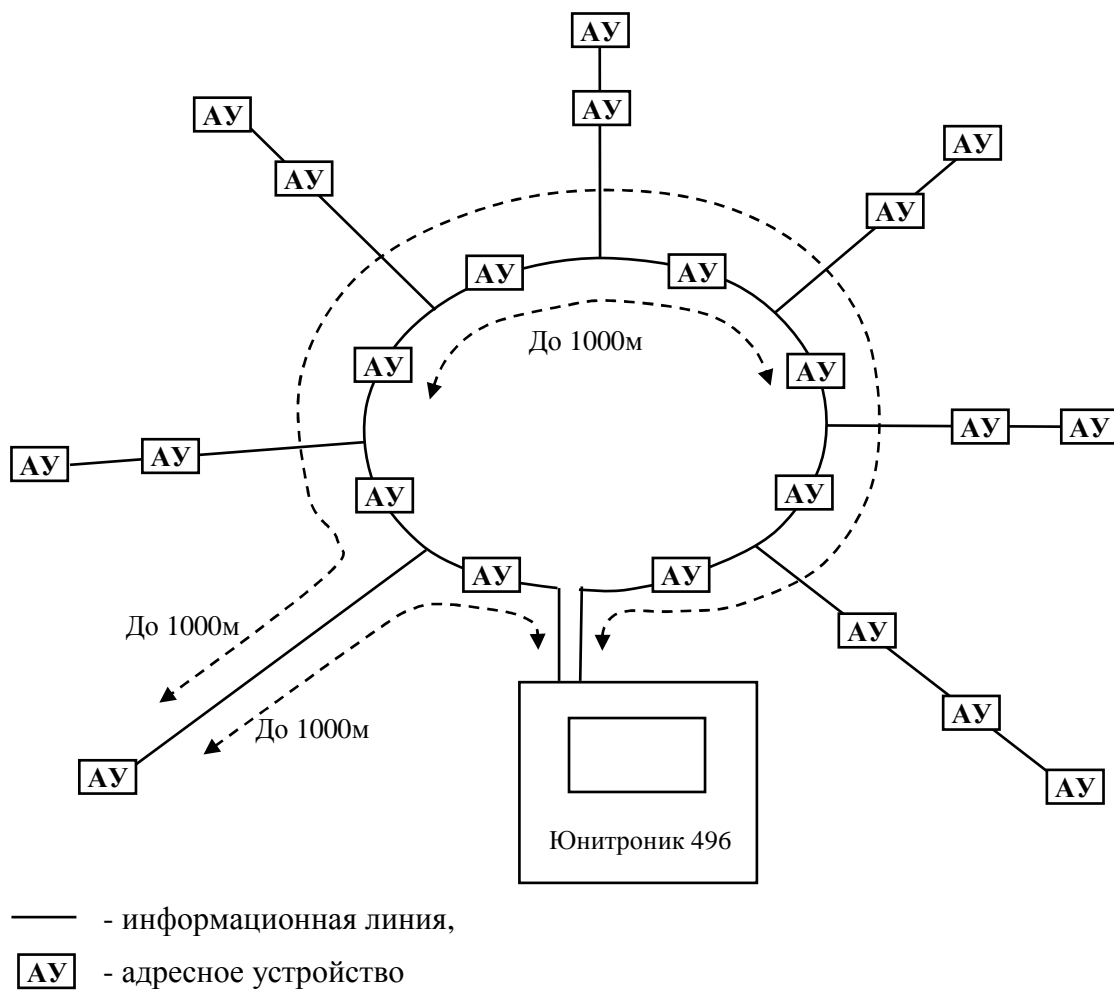

Рис. 6. Архитектура кольцевой информационной линии с ответвлениями.
5.4.1. АПКП обслуживает информационные линии, соединенные по лучевой или кольцевой схеме с ответвлениями (см. рис.6).